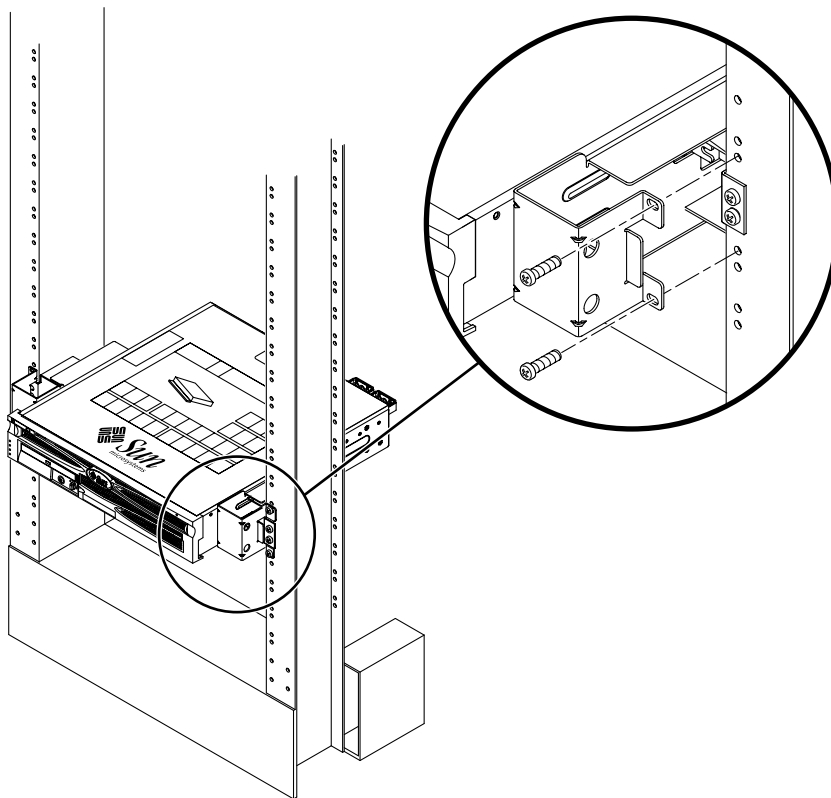

図 3-26 2 ポストラックへのサーバーの取り付け
5. サーバーを持ち上げ、レールガイドにスライドさせてラックに挿入します (図 3-26 を参照)。
6. 両側にねじを 2 本ずつ使用して、サーバーの各側面固定部品をラックの正面に固定します (図 3-26 を参照)。